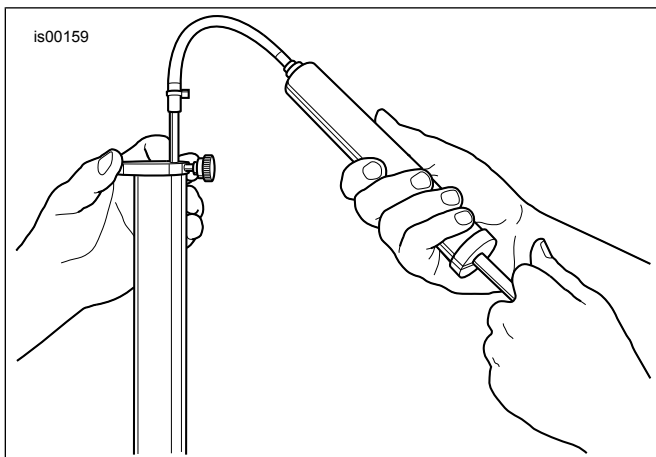

Figure 5. Enlever l'excès d'huile de fourche (HD-59000B)
- a. Consultez Figure 5. Prendre la jauge de niveau d'huile de la fourche avant (HD-59000B).